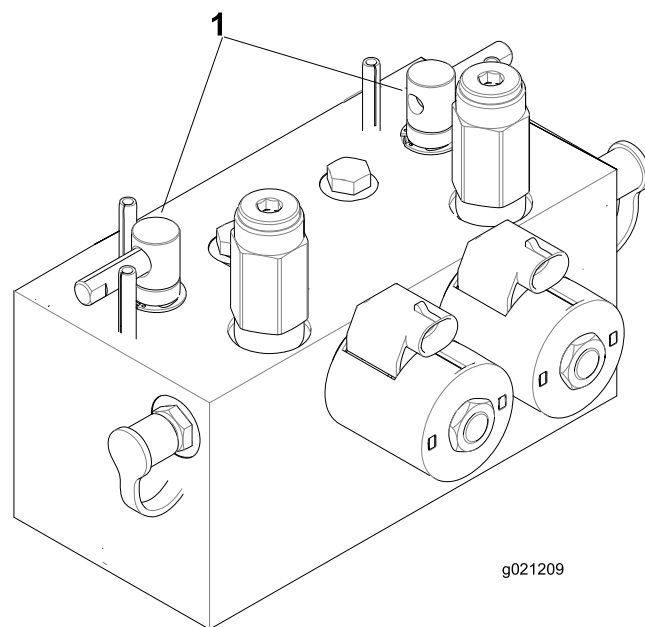

図 76
2. ラッチのロックを外してフードを開けるとバックラップレバーが見える 図 76。
5. バックラップレバーで、前のカッティングユニット又は後ろのカッティングユニット、あるいは両方を選択する 図 76。